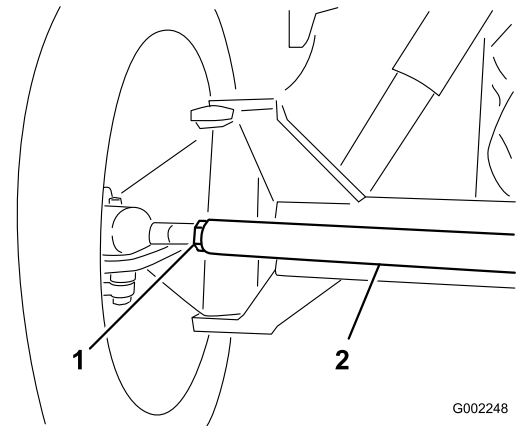

図 84
3. 前後の測定値の差が所定範囲にない場合、タイロッド両端のジャムナットを外して調整を行う(図 84)。